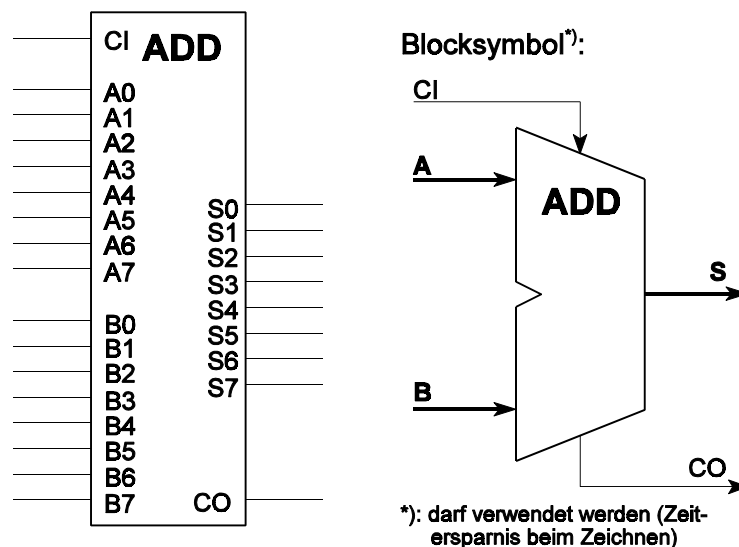

Abb. 1
- b) skizzieren Sie das Blockschaltbild eines Carry-Select-Addierers mit einer Verarbeitungsbreite von 16 Bits. Die Grundlage: 8-Bit-Addierer gemäß Abbildung 1. (15 Punkte)